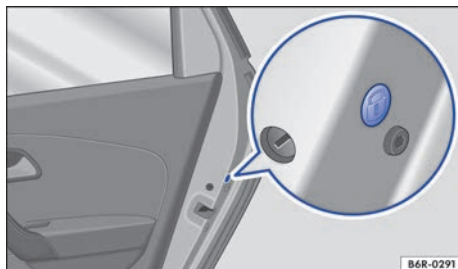

Fig. 153 En la puerta trasera: cierre de emergencia, cubierto por una junta de goma.
- Retirar el burlete de goma en la lateral de la puerta. El burlete está identificado por un candado 🔒 → fig. 153.